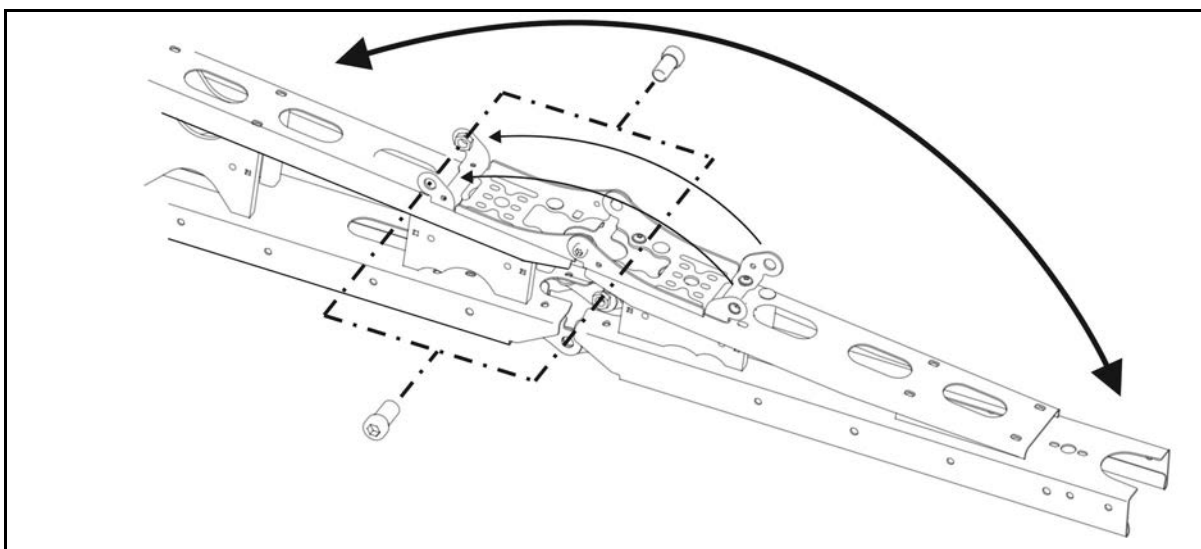

Bild 97
Låsa upp svängningsdämpningen (Bild 97/1):
- Svängningsutjämningen (Bild 97/1) låses upp och den utfällda sprutrampen kan svänga fritt mot ramphållaren. Svängningsdämpningens skyddsutrustning har här avlägsnats för bättre åskådlighet.
Låsa svängningsdämpningen (Bild 97/2):
- Svängningsutjämningen (Bild 97/2) är låst när den låsta hänglåsymbolen syns i manöverterminalens display.